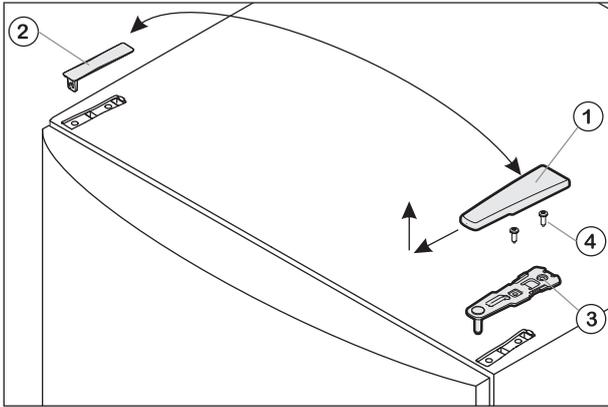
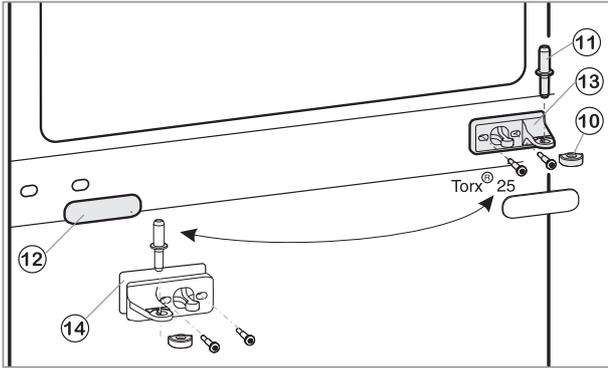

Рис. 1
Рис. 2
- Потяните крышку Рис. 1(1) вперед и вверх.
- Поднимите крышку Рис. 1(2).
- Отвинтите верхнюю дверную петлю (Рис. 1(3)) (при помощи Toxh © 25) и снимите ее (Рис. 1(4)).
- Вытащите средний штифт Рис. 2(11) из дверной петли и опустите дверь.
- Снимите пластиковую крышку Рис. 2(10).
- Отвинтите верхнюю дверную петлю Рис. 2(13) (при помощи Toxh © 25) и снимите ее (Рис. 1(4)).
- Осторожно снимите прикрывающую панель Рис. 2(12).
- Поверните среднюю дверную петлю Рис. 2(13) вместе с шайбой Рис. 2(14) на 180° и прочно (с крутящим моментом 4 Нм) привинтите ее на новой стороне петли.
- Поверните прикрывающую панель Рис. 2(12) на 180° и снова защелкните ее на месте со стороны нового расположения ручки.
- Установите пластиковую крышку Рис. 2(10) на среднюю дверную петлю Рис. 2(13).
- Через среднюю дверную петлю Рис. 2(13) вставьте средний опорный штифт Рис. 2(11) в нижнюю дверь на новой стороне петли.
- Установите верхнюю дверь на средний опорный штифт Рис. 2(11).
- Вставьте верхнюю дверную петлю Рис. 1(3) в дверь с новой стороны расположения петли.
- Надежно (с крутящим моментом 4 Нм) привинтите верхнюю дверную петлю (при помощи двух Toxh © 25) на месте установки Рис. 1(4). Возможно, придется предварительно проделать отверстия при помощи шила или воспользоваться аккумуляторным шуруповертом.
- С внешней стороны приложите крышку Рис. 1(1) и крышку Рис. 1(2) к местам их установки на противоположной стороне и защелкните их на месте.
- При необходимости выровняйте положение дверей относительно корпуса устройства при помощи овальных отверстий в нижней и средней дверных петлях Рис. 2(13). Для выполнения этой операции отвинтите средний винт в нижней дверной петле.